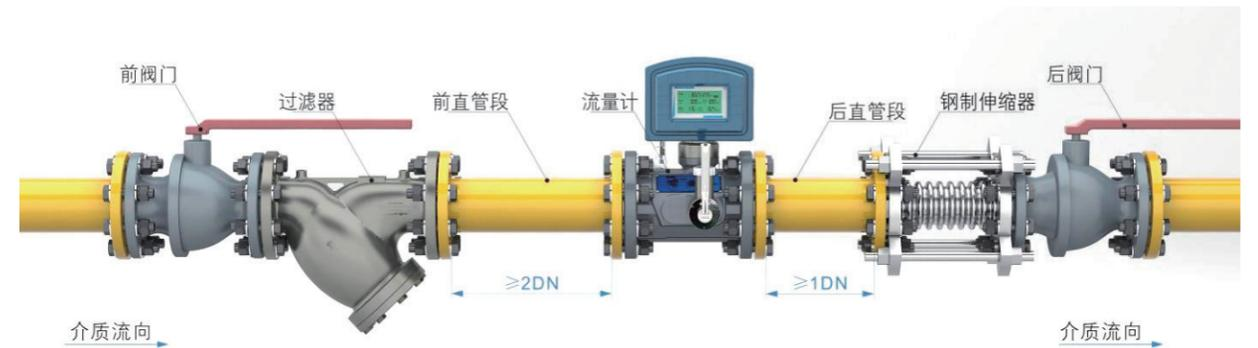

图 7 流量计水平安装示意图
5.5.3 管道设备配置建议按图 7 所示安装; 为了便于维修, 不影响流体正常运送, 应并联一路作为备用计量管道。(特殊场合前后直管段长度按 5.5.4 描述配置)